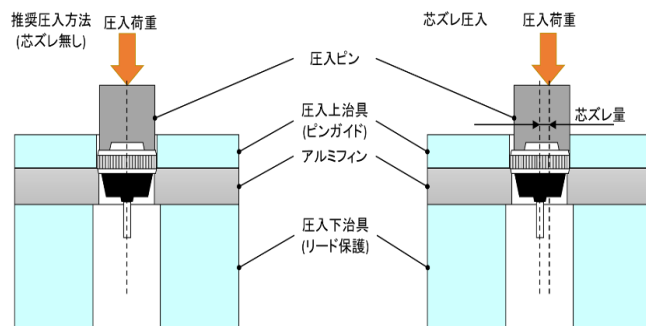

Fig.8-3 圧入方法
- ① 圧入時、芯ズレしないようフィン・ピン・製品の位置精度に十分配慮して下さい。(Fig.8-3 参照)
- ② 素子が斜めになった状態で圧入されないよう上治具でガイドを設けていることを推奨します。
- ③ 圧入時のフィンの変形を防ぐため下受けの治具を設けること推奨します。
- ④ 圧入荷重のモニタリング及び、正規分布から大きく外れるものはリジェクトする等の工程管理を実施して下さい。
- ⑤ 素子のディスク底面を局部的に押すことは、素子の特性劣化に繋がりますので、注意して下さい。
- ⑥ 圧入時には、圧入治具と素子ディスク底面の間に異物等が挟まれないように注意して下さい。